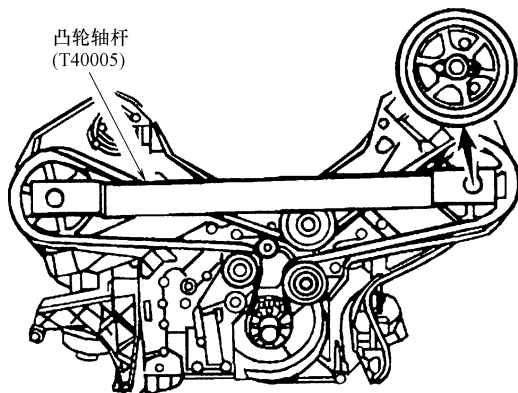

图 1-31 安装凸轮轴杆
13) 在两个凸轮轴安全板上安装凸轮轴杆 (T40005), 如图 1-31 所示。